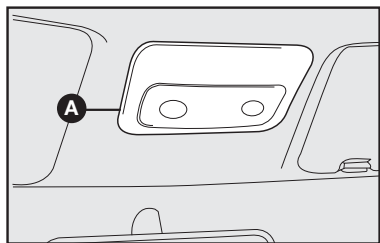
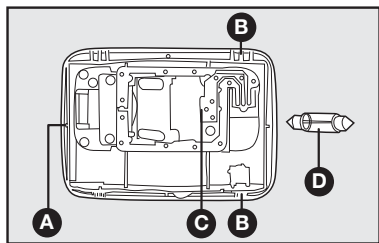

fig. 25
fig. 26
### CONJUNTO DA LUZ INTERNA - figs. 25 e 26
- com uma chave de fenda no ponto **A-fig. 25**, remover o conjunto da luz interna montada a pressão pelas travas **B-fig. 26**.
- retirar o refletor recolocando a nova lâmpada na sede **C-fig. 26** e substituir a lâmpada cilíndrica **D**.